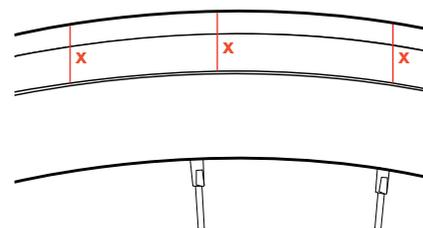

Figure 18. Correct. Assurez-vous que la ligne de moulage du pneu est égale (distance X) tout autour de la jante.
10. Vérifiez l'engagement correct des talons de pneu dans la jante (Figures 18 et 19). La plupart des pneus ont une ligne de moulage à proximité du talon du pneu à l'emplacement où il engage la jante. Tout autour de la jante, la distance entre la ligne de moulage et le bord supérieur de la jante doit être uniforme et égale. Si la distance n'est pas égale, dégonflez le pneu et répétez cette procédure.